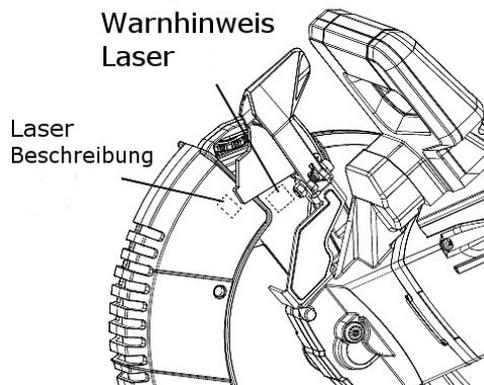

Abb. 28: Warnhinweise
**Beachten Sie das Laserwarnschild (Abb. 28):**